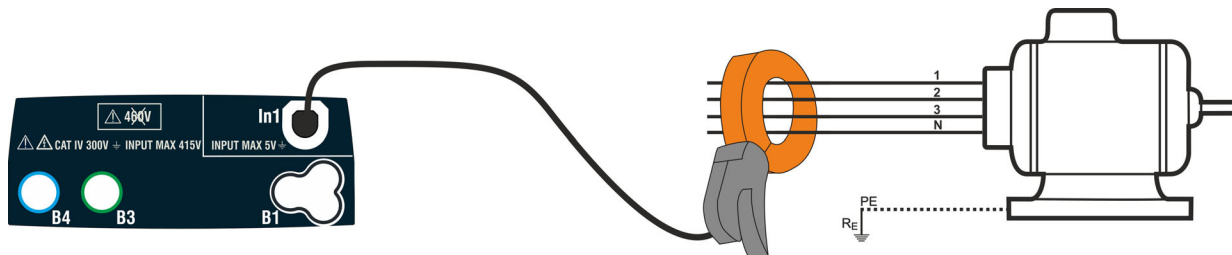
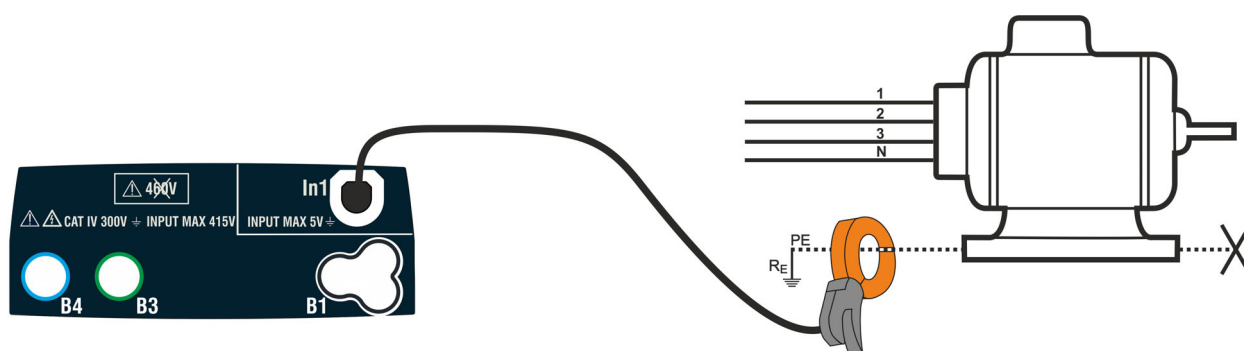

Fig. 37: Medida indirecta de la corriente de fuga en instalaciones trifásicas
Fig. 38: Medida directa de la corriente de fuga en instalaciones trifásicas
4. Para medidas indirectas de la corriente de fuga conecte la pinza externa de acuerdo con la Fig. 37. Para medidas directas de la corriente de fuga conecte la pinza de acuerdo con la Fig. 38 y desconecte las eventuales conexiones adicionales de tierra que podrían influenciar los resultados de la prueba